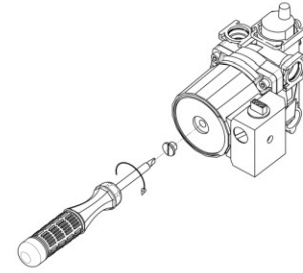

Рис. 12. Проверка циркуляционного насоса
9) не заблокирован ли насос. Для этого при помощи отвёртки открутите заглушку насоса и проверните его вал несколько раз туда и обратно (см. Рис. 12), при этом котёл необходимо отключить от электросети (вынуть вилку из розетки). Затем плотно закрутите заглушку. При выполнении данной операции возможны протечки теплоносителя из насоса, после установки заглушки необходимо удалить остатки теплоносителя с компонентов котла (протереть);